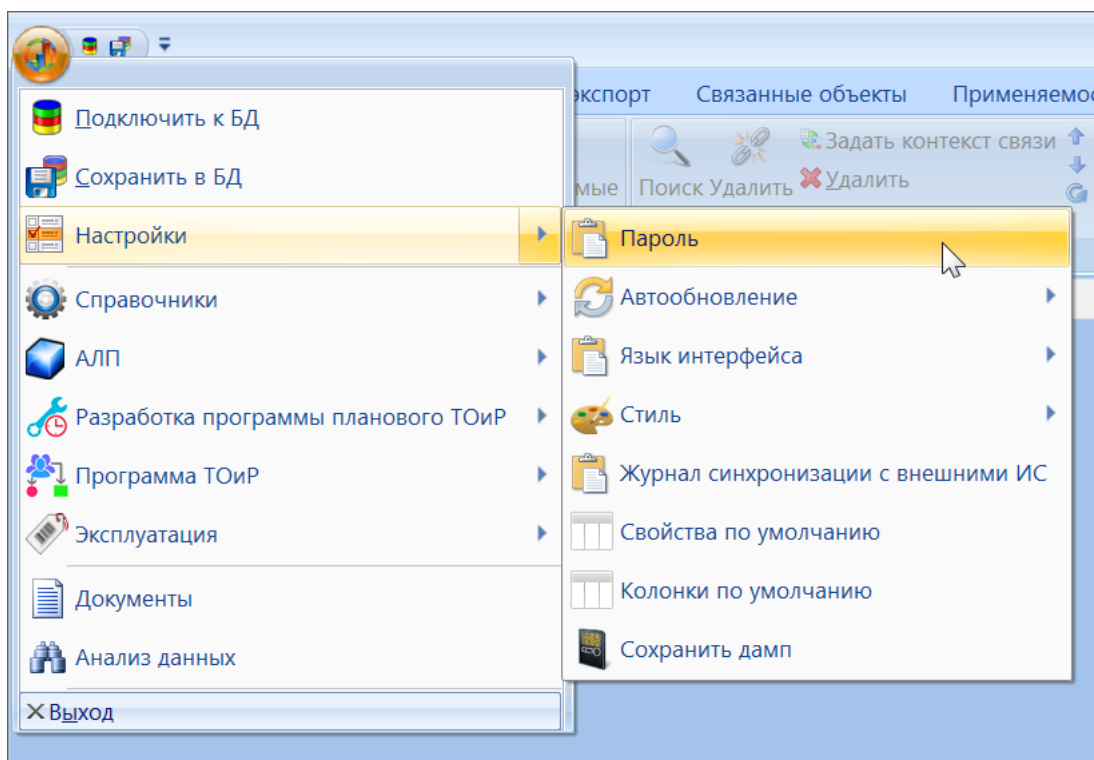

Рис. 6-10 – Вызов команды для изменения пароля пользователем
1) В меню управляющей кнопки выбрать пункт «Настройки» → «Пароль» (рис. 6-10).